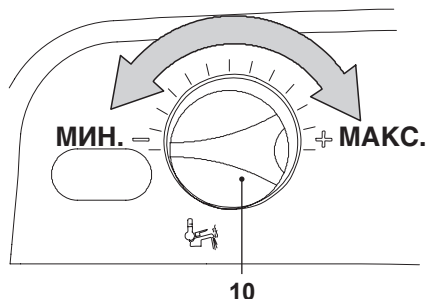

Рисунок 9.19
- Установите регулятор температуры горячего водоснабжения 10, см. Рисунок 9.19, на минимальное значение. На ЖК-дисплее **P09** будет загораться поочередно с 01.